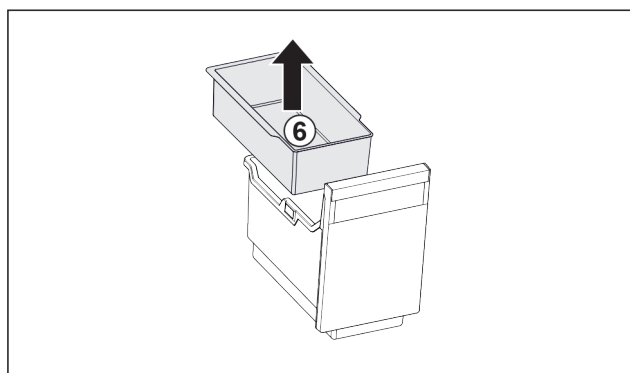

Fig. 95
- Inhangschaal Fig. 95 (6) verwijderen.